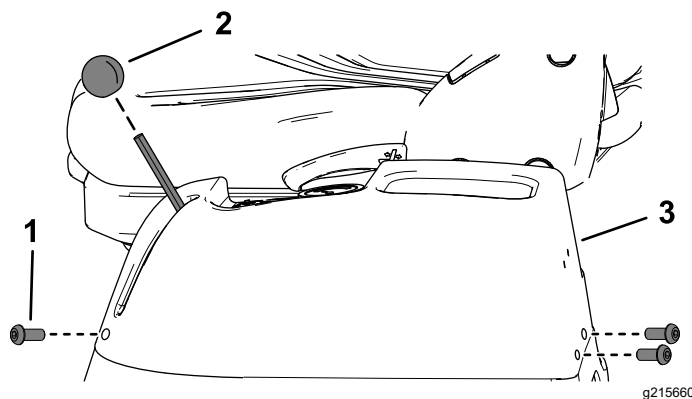

Figura 74
4. Retire os três parafusos de cabeça sextavada da consola esquerda (Figura 74).
5. Remova o manípulo da alavanca do acelerador (Figura 74).
6. Eleve a consola esquerda e coloque-a de lado (Figura 74).